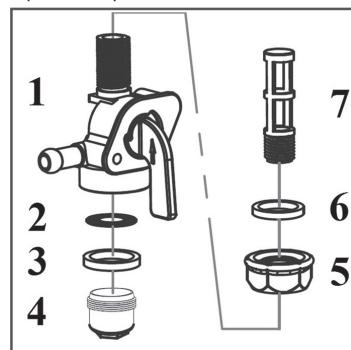

Рис. 24 Устройство топливного крана
Устройство топливного крана показано на Рис. 24.
2. Открутите контргайку 5 на 1-2 оборота (Рис. 24).
4. Открутите стакан отстойника 4 и слейте из него бензин в подготовленную для этого емкость (Рис. 24).
5. Извлеките из корпуса топливного крана 1 уплотнительное кольцо 3 и сетчатый фильтр 2 (Рис. 24).
6. Выкрутите из корпуса топливного крана сетчатый фильтр 7 (Рис. 24).
- Слейте топливо из топливного бака и карбюратора (Рис. 24).